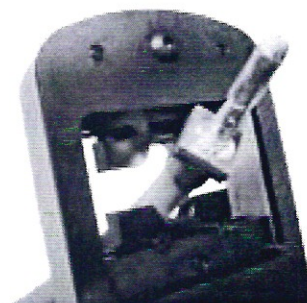

Рисунок 12 – Обжим муфты
4.6 Обжать обжимную муфту, используя приспособление для обжима до полного смыкания обжимных матриц (рис. 12).